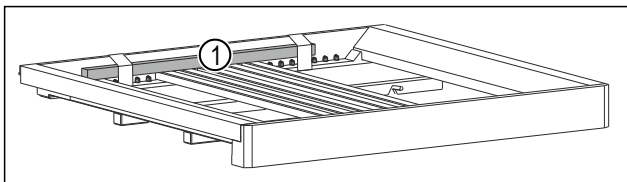

Fig. 52 *
- Retirer la tige en bois Fig. 52 (1)*.